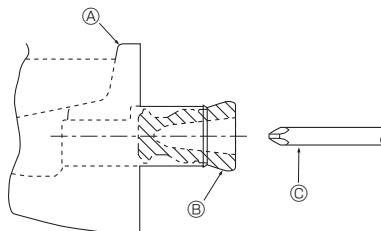

Fig. 5-1
- For rørledningen i venstre side skal gummiproppen sættes i højre drænåbning. (Fig. 5-1)
- (A) Drænplade